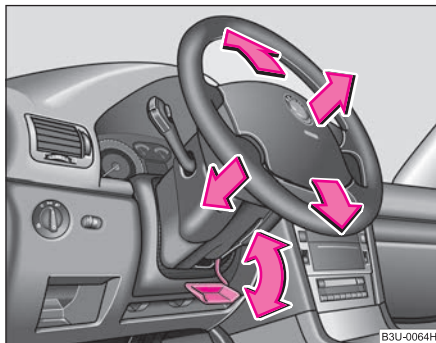

Fig. 113 Palanca bajo la columna de dirección
- Gire la palanca situada bajo la columna de dirección ⇒ fig. 113 hacia abajo ⇒ ⚠.